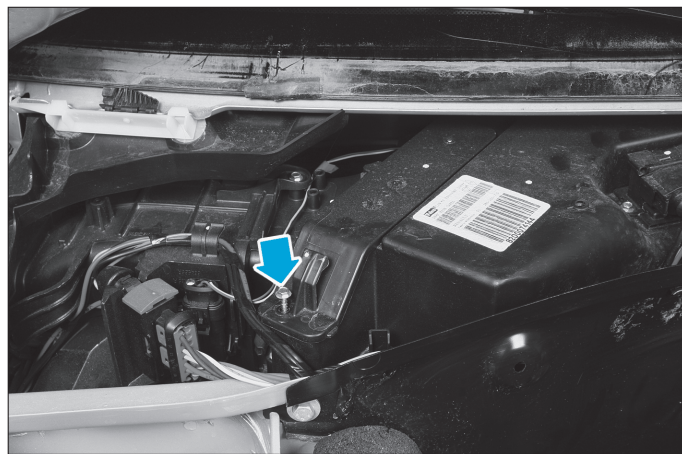

Fig. 2
- la vis de fixation du couvercle du boîtier de protection du filtre (Fig.2),